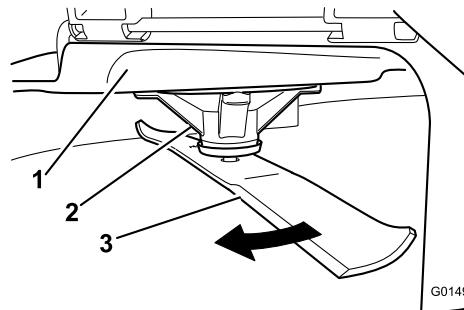

Figura 74
2. Usando luvas almofadadas ou outra proteção adequada para as mãos, rode lentamente lâmina para uma posição que lhe permita uma medição da distância entre a extremidade de corte e a superfície nivelada onde a máquina está (Figura 74).